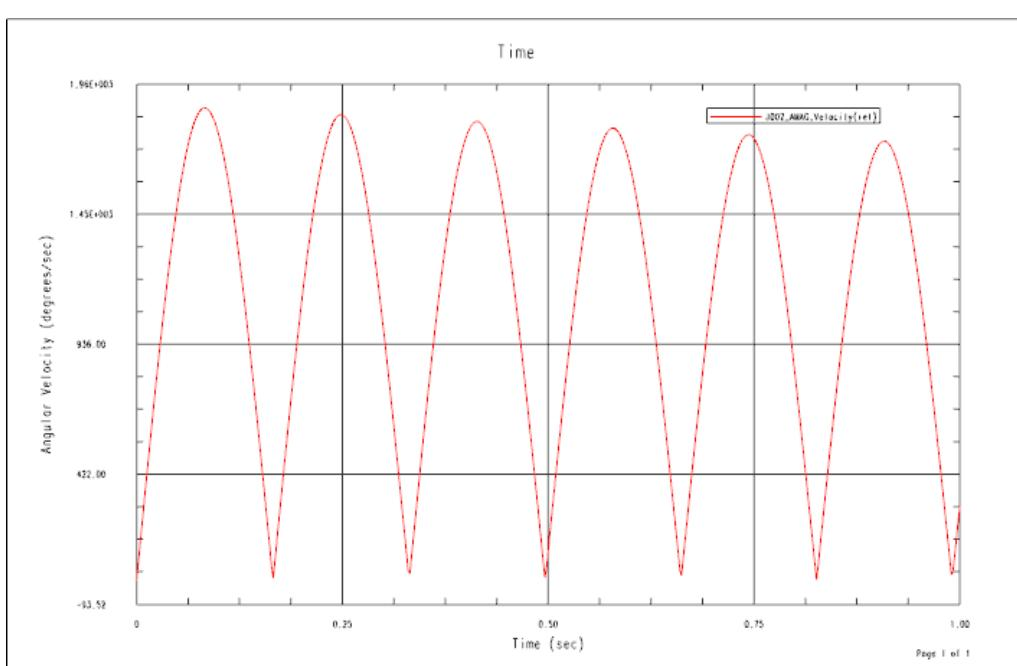

图 9.1.5 速度-时间曲线
- (1) 选择下拉菜单 **分析(A)** → **运动(M)** → **图表(C)...** 命令，单击其中的 **对象** 选项卡。
- (2) 设置输出对象。在“图表”对话框的 **运动模型** 区域选择旋转副 J002，在 **请求** 下拉列表中选择 **速度** 选项，在 **分量** 下拉列表中选择 **角度幅值** 选项，单击 **Y 轴定义** 区域中的  按钮，完成“图表”对话框中的参数设置。
- (3) 定义保存路径。选中“图表”对话框中的  保存 复选框，然后单击  按钮，选择 D:\ug85.16\work\ch09.01\ok\force\_asm\force\_asm.afu 为保存路径。
- (4) 单击 **确定** 按钮，系统进入函数显示环境并显示旋转副 J002 的速度-时间曲线，如图 9.1.5 所示。